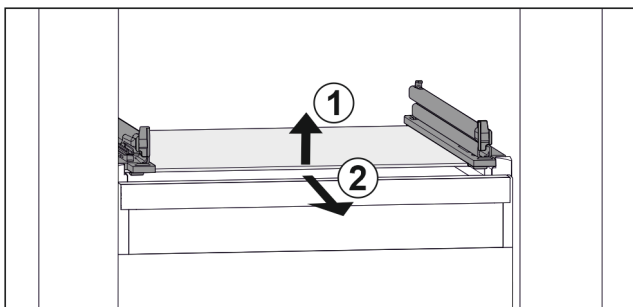

Fig. 54 Beispielhafte Darstellung der Glasplatte
- ▶ Glasplatte vorne anheben. Fig. 54 (1)
- ▶ Glasplatte nach vorne entnehmen. Fig. 54 (2)